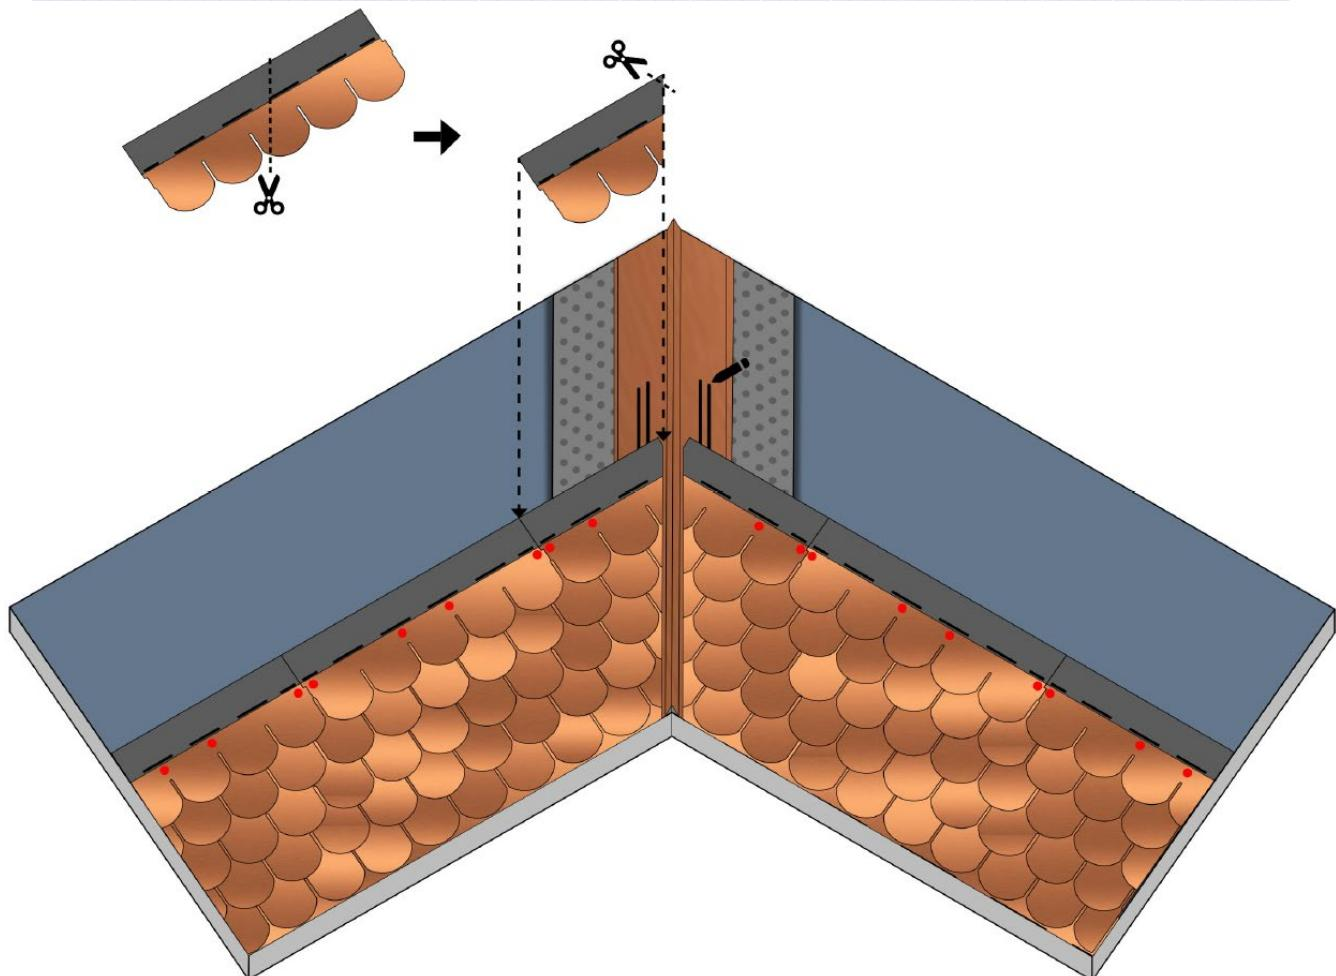

Fig. 14 – Posa tegole sul compluvio
- Posare quindi la fila di partenza e le tegole della prima falda, fino alla linea di compluvio, tagliandole a 3 cm e parallelamente alla linea di compluvio. Fissare le tegole e la fila di partenza con dei chiodi inox, fino a circa 40 cm dalla linea di compluvio e con del Bitustick, posato in due righe parallele, a distanze inferiori di 40 cm dalla linea di compluvio, sopra al compluvio metallico, Fig. 14. È consigliabile inoltre tagliare trasversalmente lo spigolo superiore della tegola al compluvio, in modo da convogliare l'acqua discendente lungo l'asse del compluvio, Fig. 14.
- Ripetere la stessa procedura anche per la seconda falda. Alla fine, dovrà risultare un canale tra le tegole, sul compluvio metallico, dove l'acqua scorrerà in via preferenziale, Fig. 14.